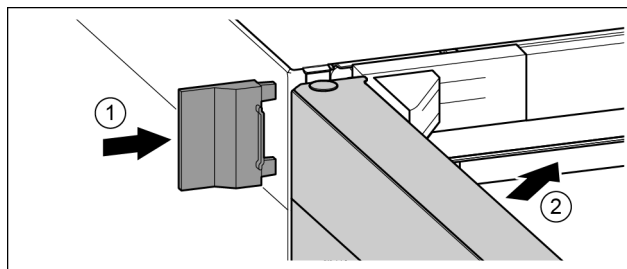

Fig. 23
- ▶ 插入外盖。Fig. 23 (1)
- ▶ 关闭冰箱上方门。Fig. 23 (2)